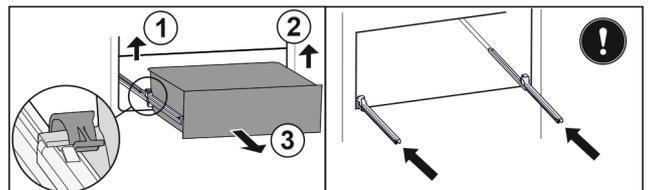

Fig. 89
- ▶ Linke Klemme anheben und gleichzeitig Schubfach links nach vorne ziehen. Fig. 89 (1)
- ▶ Rechte Klemme anheben und gleichzeitig Schubfach rechts nach vorne ziehen. Fig. 89 (2)
- ▶ Schubfach nach vorne entnehmen. Fig. 89 (3)